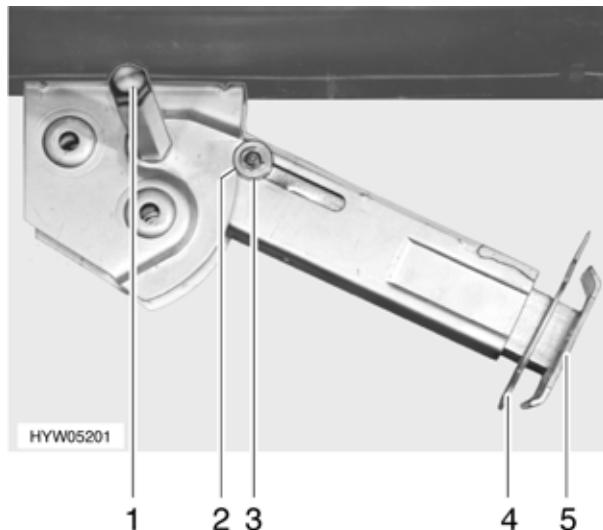

Fig. 18 Piedino di stazionamento
- Inserire la chiave a tubo nell'esagonale (Fig. 18,1) e girare fino a quando il piedino di stazionamento non si trova in posizione verticale verso il basso.
- Estrarre la copiglia (Fig. 18,4) dal prolungamento dell'estremità del piedino (Fig. 18,5).
- Inserire la chiave a tubo nell'esagonale (Fig. 18,1) e girare fino a quando il piedino di stazionamento non si stacca dal terreno.
- Spingere completamente all'interno il prolungamento dell'estremità del piedino (Fig. 18,5) e inserire la copiglia (Fig. 18,4) nel foro apposito.
- Girare la chiave a tubo nell'esagonale (Fig. 18,1), fino a quando il piedino di stazionamento non è sollevato verso l'alto e la guida (Fig. 18,3) è rientrata totalmente nell'intaglio (Fig. 18,2).
- ▷ Accertarsi che tutti i piedini di stazionamento siano completamente chiusi, che tutti i prolungamenti siano totalmente rientrati e fissati con la copiglia (Fig. 18,4), e che la guida (Fig. 18,3) sia rientrata nell'intaglio (Fig. 18,2).